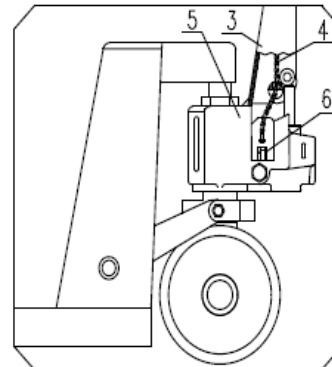
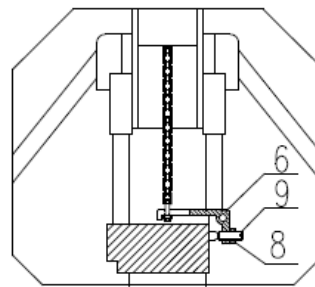

Fig. 2
Fig. 4
3.4 Veja a fig 2. Coloque a corrente 4 da haste do timão passando pelo orifício do centro do furo do pino 1.
3.5 Pegue a porca do parafuso que está na extremidade da corrente 4 e engate a ranhura da placa da alavanca 6. Consulte a fig. 2 e a fig. 4.
4.2 O parafuso 9 na fig. 4 é usado para ajustar a condição da paleteira. Quando o chassi da paleteira baixar imediatamente após ser elevada, você deve girar o parafuso 9 um pouco no sentido anti-horário. E, em seguida, tente novamente até que o chassi possa ser elevado normalmente. Se o chassi da paleteira não puder baixar após ser elevada, você deve girar o parafuso 9 um pouco no sentido horário. Em seguida, tente operar a paleteira novamente até que o chassi da paleteira seja baixada normalmente. A porca sextavada externa 8 no parafuso 9 desempenha a função de trava. Portanto, você deve soltar a porca sextavada externa 10 antes do ajuste. E parafuse a porca 8, depois de terminar o ajuste.